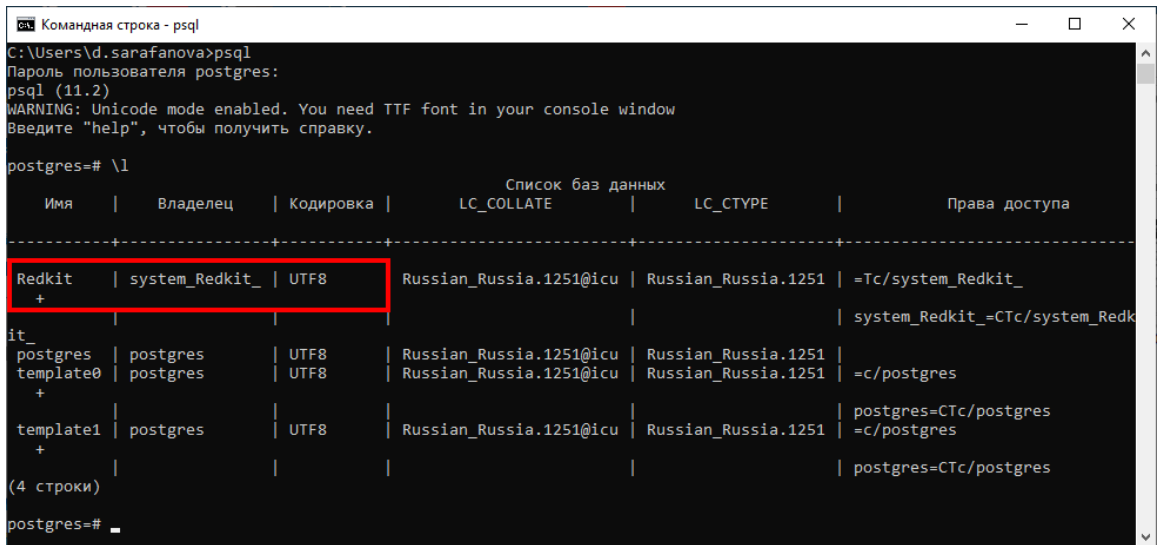

Рисунок 51 - Система Redkit в cmd
5. Убедитесь, что создана система Redkit (Рисунок 51).